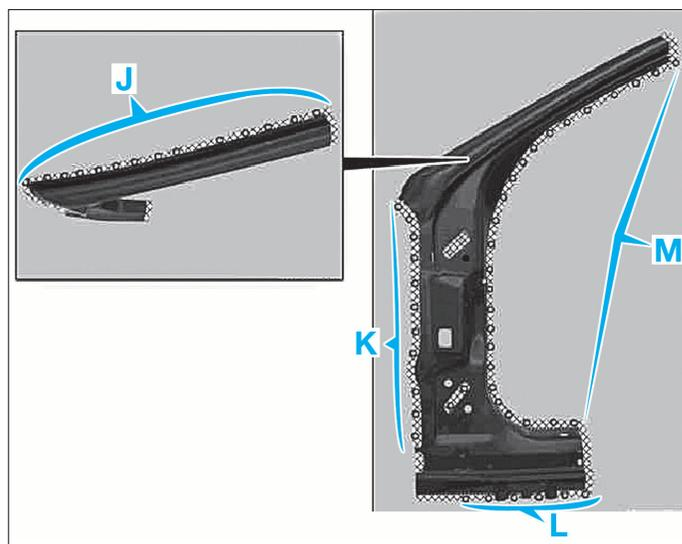

FIG. 43
- zone (J), (K), (L) et (M) du pied AV (Fig.43).